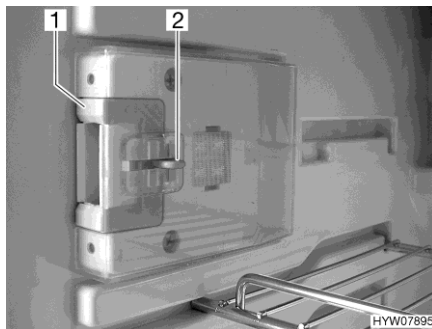
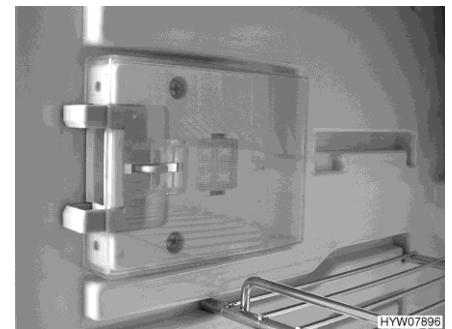

Bild 253 Låsanordning (normalläge)
Bild 254 Låsanordning (ventilations-
■ Tryck in frigöringen (Bild 253,2).
■ Skjut låsanordningen (Bild 253,1) framåt (Bild 254).